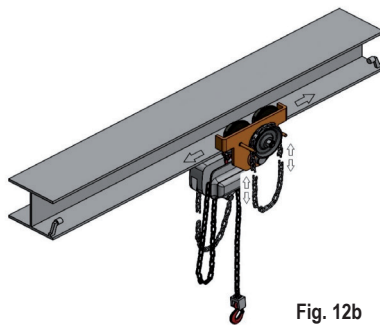

Fig. 12b
- utilizar a corrente de manobra no caso do modelo de corrente (Fig. 12B).